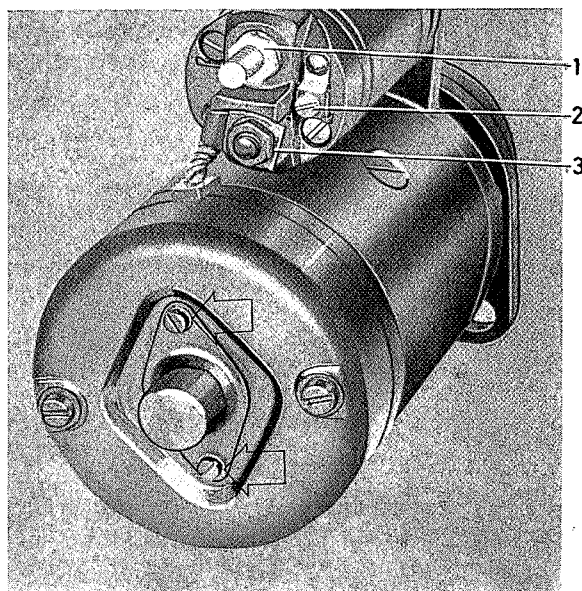

Fig. 3-33. Startmotor
1. Verwijder het kleine dekseltje aan de voorkant van de as, zie Fig. 3-33.